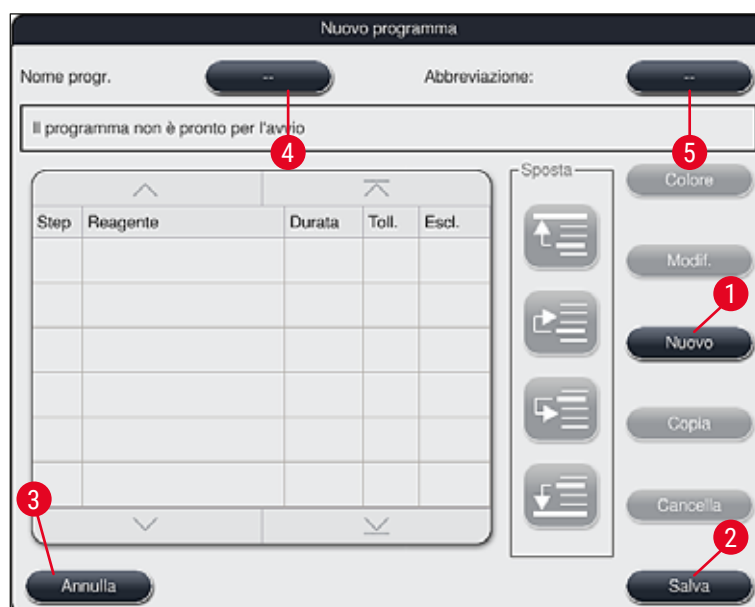

Fig. 46
- Si apre la finestra per un nuovo programma (→ "Fig. 46").
- Si apre la finestra di input (→ "Fig. 46") per il nuovo programma da creare.